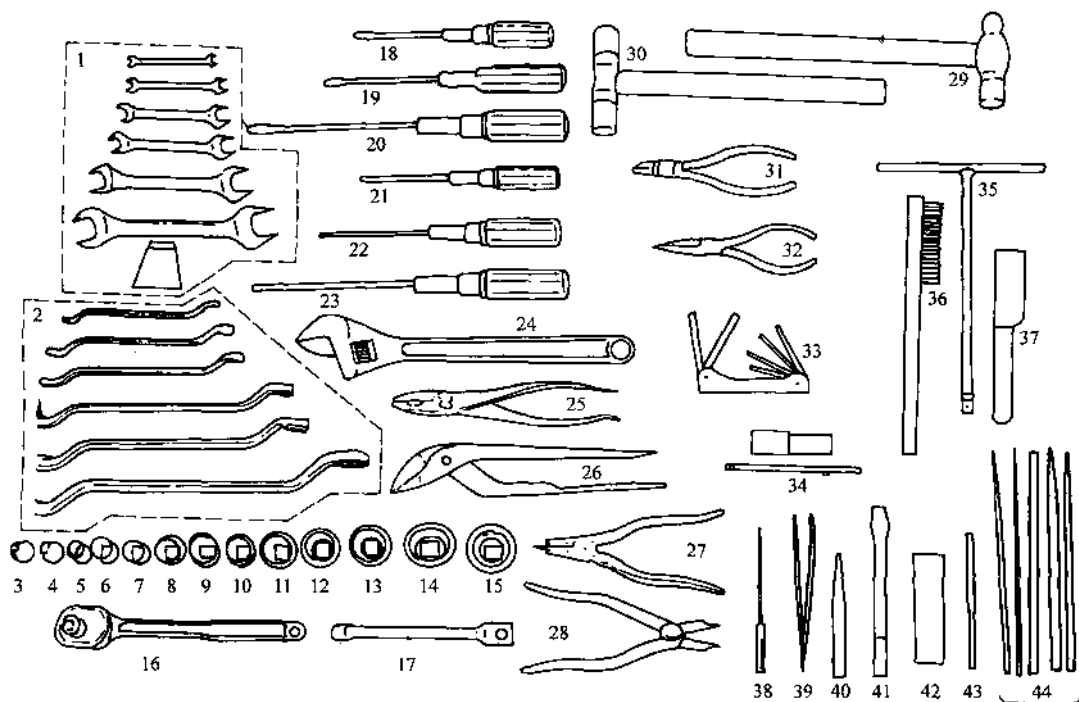

图 1—1 摩托车通用维修工具
(1) 呆扳手(开口扳手)。呆扳手分为单头和双头两种,如图 1—2 所示。它的开口尺